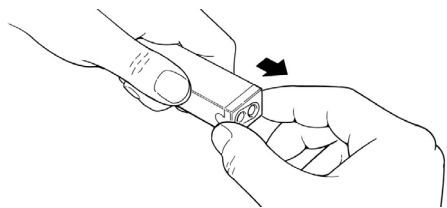

Fig. 2
- 3 Ouvrir le boîtier de RC2 en enlevant le " bouchon passe-câbles" comme l'indique la figure 2